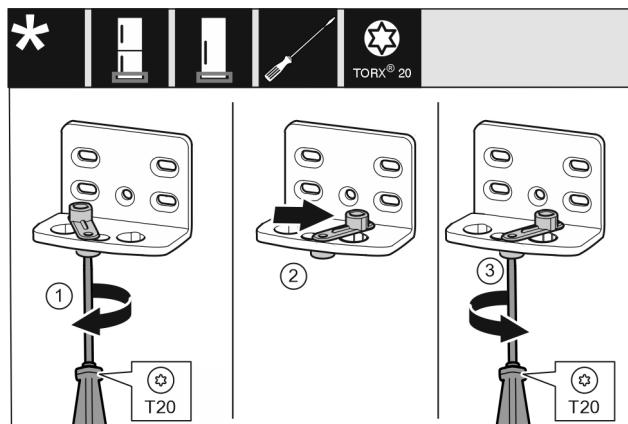

Fig. 13
- ▶ Odvijačem T20 labavo zavijte vijak. Fig. 13 (1)
- ▶ Podignite pomagalo za zatvaranje vrata i okrenite ga za 90° udesno u prvrt. Fig. 13 (2)
- ▶ Odvijačem T20 čvrsto pritegnite vijak. Fig. 13 (3)